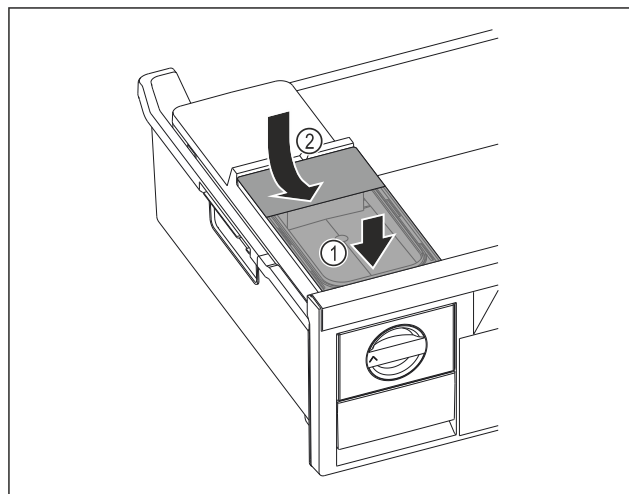

Fig. 86
- Nasadte vpředu nádržku na vodu. Fig. 86 (1)
- Spusťte nádržku na vodu vzadu dolů. Fig. 86 (2)